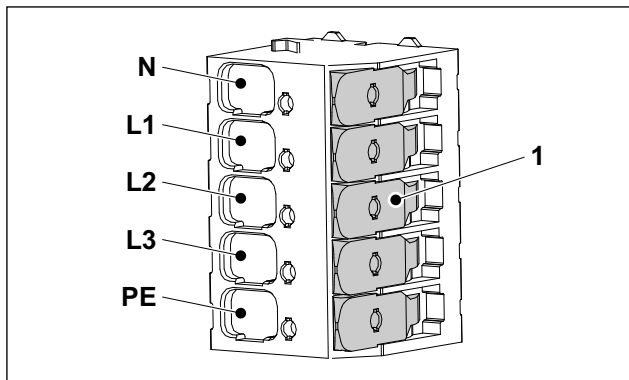

Abb. 5 Anschlussklemmen der Spannungsversorgung
- Die Einzeladern der Zuleitung laut Kennzeichnung (Abb. 5) anschließen. Bei einphasiger Versorgungsspannung muss die Phase an L1 angeschlossen werden. Die Klemmen L2 und L3 werden bei einphasigem Anschluss nicht genutzt.
Es handelt sich um eine werkzeuglose Klemmleiste. Das Wegklappen des jeweiligen Betätigungshebels (Abb. 5/1) öffnet die Anschlussklemme und die jeweilige Einzelader kann eingesteckt werden. Das Zurückklappen des jeweiligen Betätigungshebels arretiert die zugehörige Einzelader. Es muss vermieden werden, mehrere Betätigungshebel gleichzeitig zu betätigen.